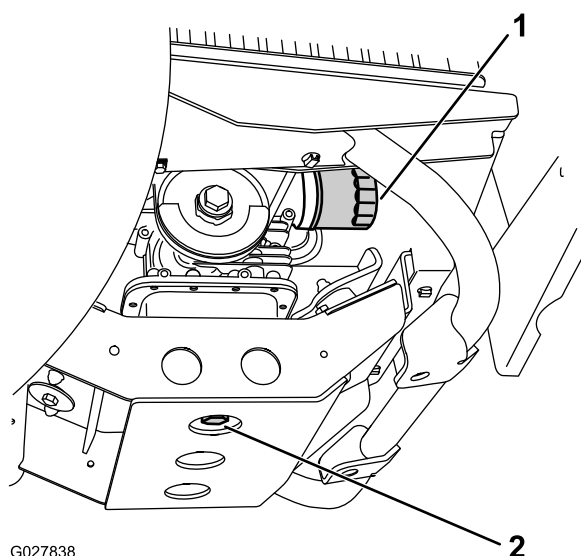

Figure 31
- Placez un bac de vidange sous le bouchon de vidange (Figure 31).
- Vissez le filtre neuf sur l'adaptateur jusqu'à ce que le joint touche la plaque de montage, puis serrez-le encore de 1/2 à 3/4 de tour (Figure 31).
- Enlevez le bouchon de vidange (Figure 31).
- Remettez le bouchon de vidange et le joint (Figure 31) en place, et serrez le bouchon à un couple de 45 à 53 N·m (33 à 39 pi-lb).
- Retirez le filtre à huile existant (Figure 31).